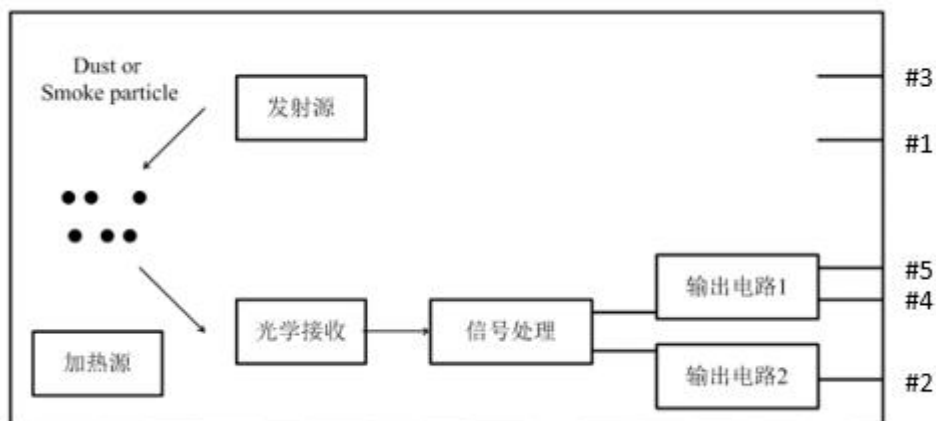

图3 原理示意2
1.1 必须垂直安装 传感器整体必须垂直于水平面进行固定安装，如图3所示，功率电阻将空气加热，热空气上升带动外界气体进入光路并及时排除，错误的安装方式会使传感器读数异常。